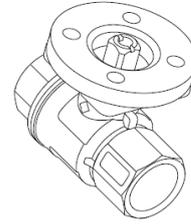

Figure 6 : Montage de l'isolant thermique
2. Placez l'isolant thermique en Teflon® (20) sur la bride supérieure de la vanne, en insérant le bourrelet d'alignement de l'isolant dans l'encoche de la bride (Figure 6).